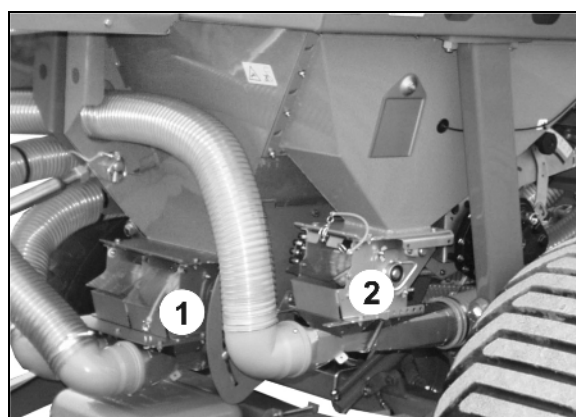

Рис. 10
- одним дозатором удобрения, опция (Рис. 10/2)